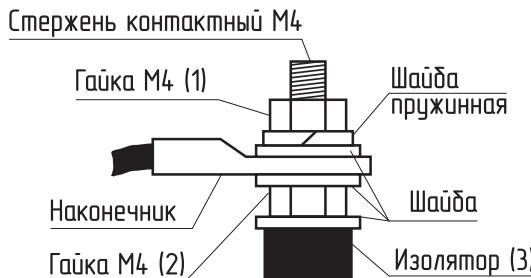

Рис.7 Присоединение проводов к выводам блок ТЭН
- При замене блок ТЭН присоединение фазных проводов к выводам блок ТЭН производить согласно **Рис.7**. Сечение кабеля указано в **таблице 1**;
- Провод нейтрали «N» подключить на перемычку блока ТЭН (**Рис.7**).